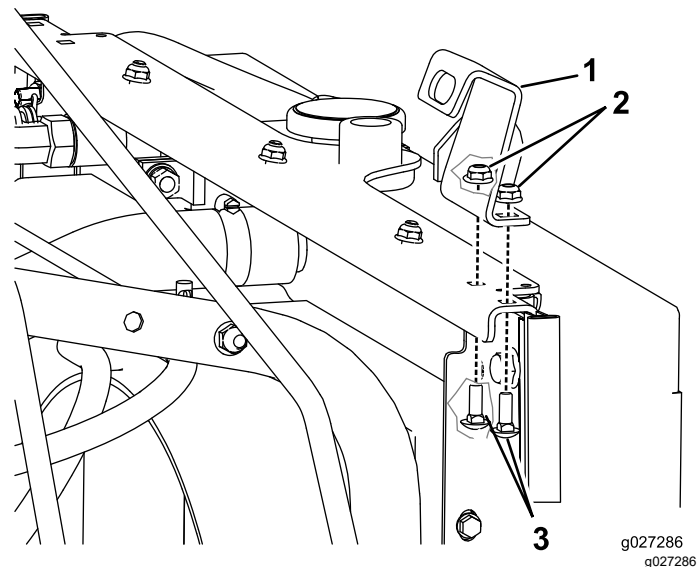

Figure 5
13. Montez le support de pêne sur le côté gauche du cadre sous le capot arrière (Figure 5).